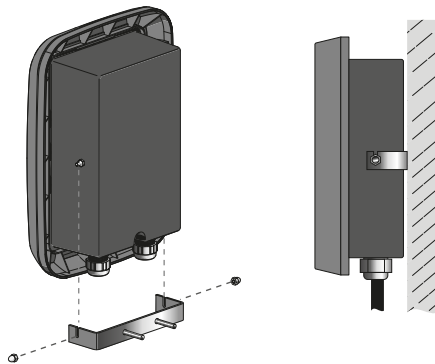

Figura 4.
5. Ubique el equipo de carga en el soporte y fíjelo con las 2 tuercas incluidas en el set de montaje. **Figura 4.**